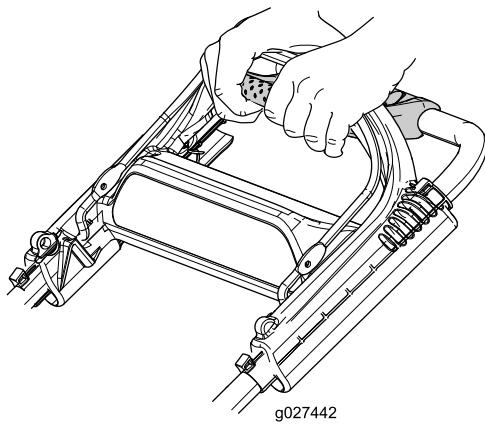

図 16
1. ハンドルを持ったまま指を前へ伸ばして、走行アシストハンドルを握る図 16。